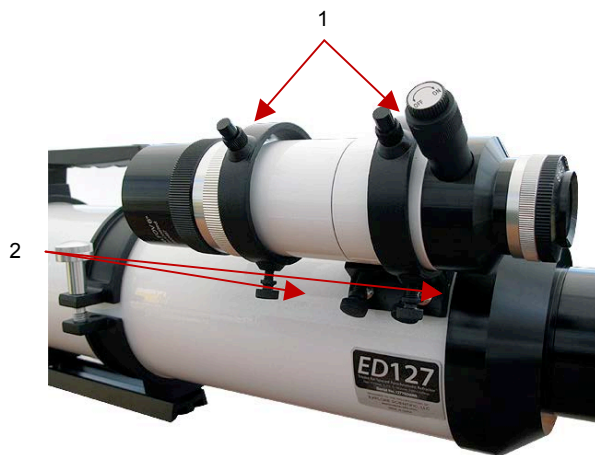

Fig. 5, Vis de réglage du chercheur
4. Rechercher l'objet dans l'oculaire du chercheur et agissez, selon besoin, sur une ou plusieurs des vis d'alignement du chercheur (**2, fig. 5**) jusqu'à ce que le réticule soit précisément centré sur l'objet que vous avez auparavant centré dans l'oculaire de la lunette.
REMARQUE: Les deux vis sur l'embase (**1, fig. 5**) ne sont pas de vis de réglage. Ils servent à immobiliser le support du chercheur.